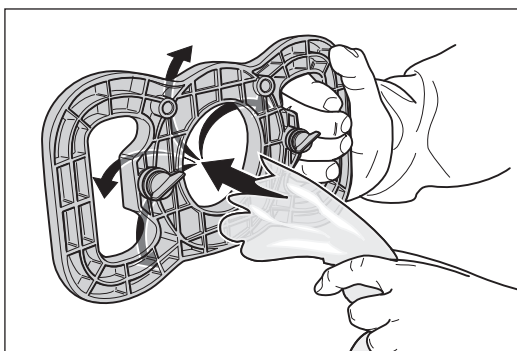

Bild 19 För in soppåsen i tömningsanordningen.
- 8 Håll tömningsanordningen i handtaget och för in en soppåse från sidan med förstärkningarna genom öppningen i mitten av anordningen (bild 19).